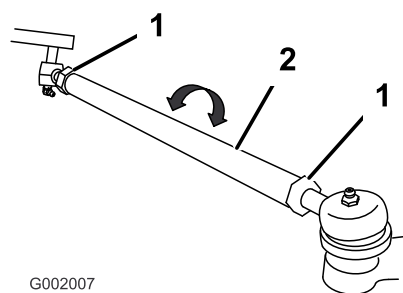

Figura 58
5. Si la distancia no está en el intervalo especificado, afloje las contratuercas en ambos extremos de las bielas (Figura 58).